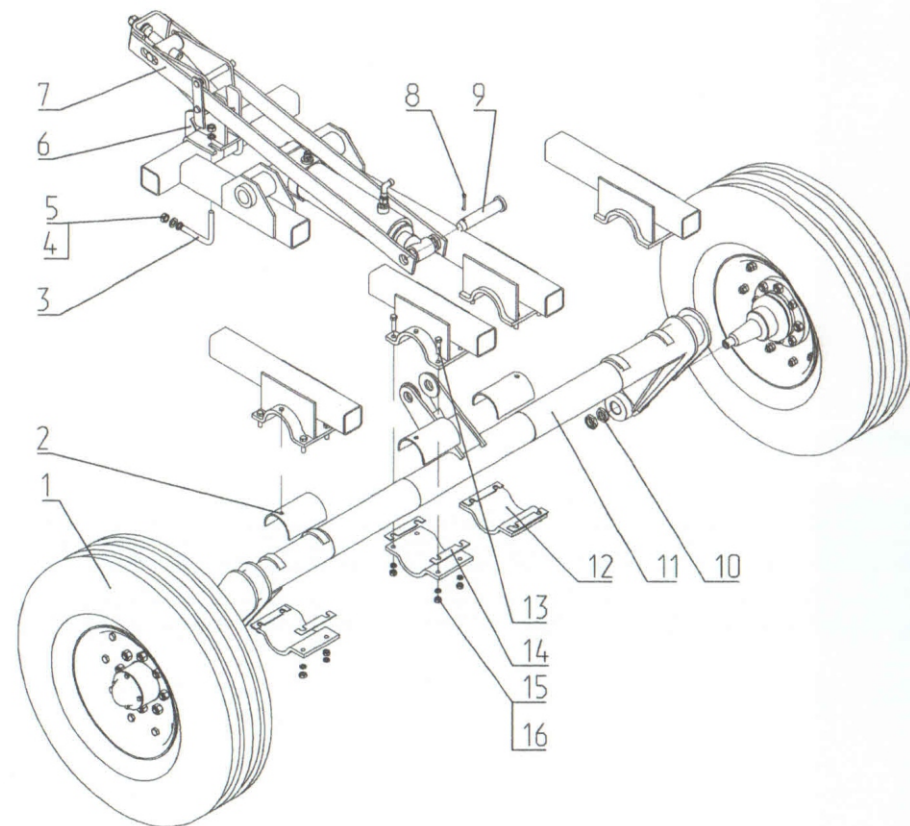

Рис.6 Колесная пара
3.3. Колесная пара (Рис.6) служит опорной частью культиватора и предназначена как для передвижения культиватора, так и для ограничения заглубления рабочих органов центральной секции при выполнении культивации.